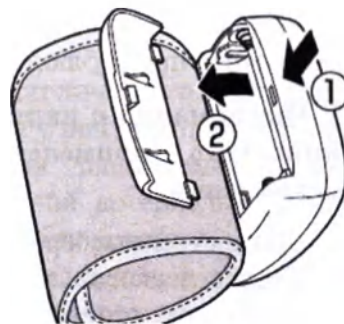

Рис. 2
1) Снимите крышку отсека для элементов питания (рис.2), слегка надавливая на крышку, как указано на рисунке цифрой 1 и перемещая крышку в направлении стрелки, как указано на рисунке цифрой 2.